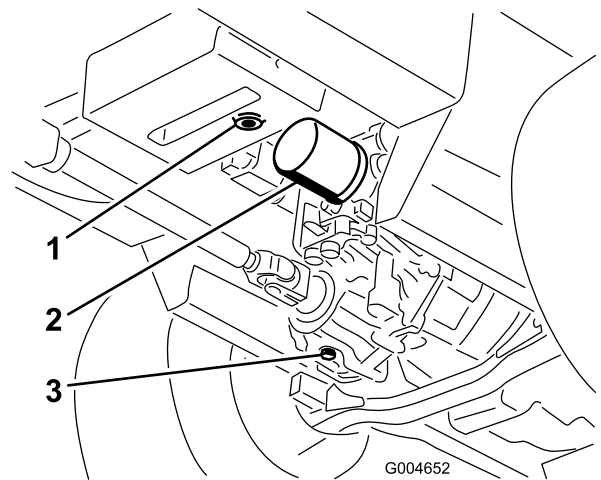

Figura 92
3. Coloque un recipiente grande debajo del depósito de aceite hidráulico y el alojamiento de la transmisión y retire los tapones; deje que se vacíe todo el aceite hidráulico (Figura 92).
4. Limpie la zona alrededor del filtro de aceite hidráulico y retire el filtro (Figura 92).